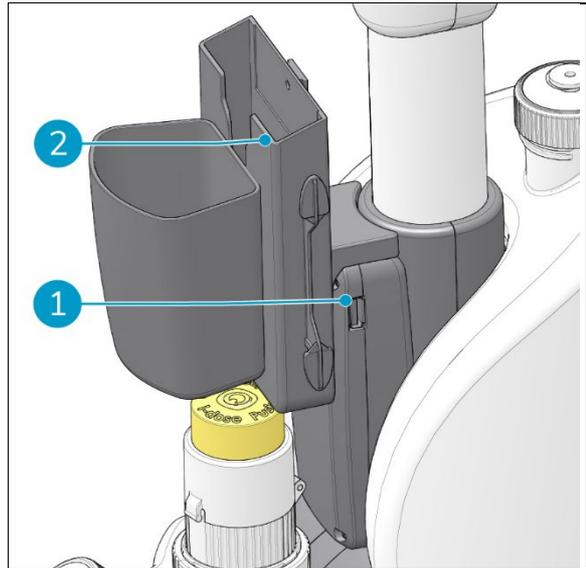

Abbildung 15
Das IOT-Gerät ist mit einem USB-Anschluss ausgestattet (Abbildung 15, Pos. 1).
2. Legen Sie Ihr Mobiltelefon in die speziell dafür vorgesehene Handyhalterung (Abbildung 15, Pos. 2).